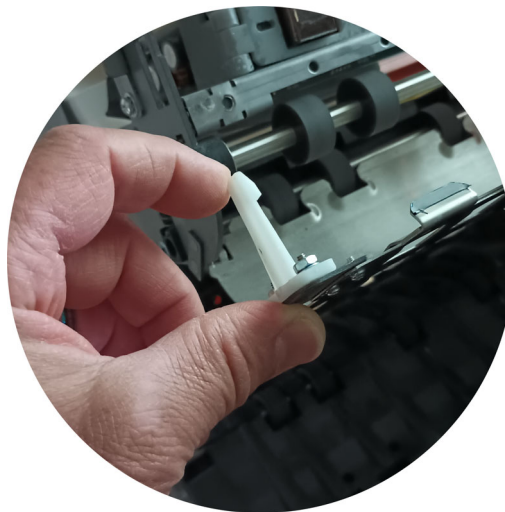

図 5-2 : バックプリンタへのアクセス
2. タブ（図 5-2 をご参照）をゆっくりと持ち上げ、ペーパーガイドをスイングして開き、プリンタアセンブリを露出させます。